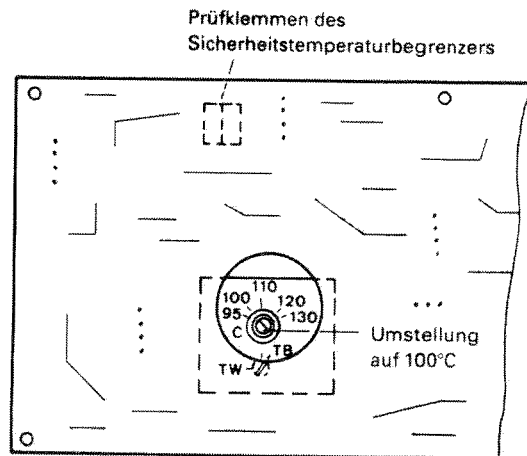

Abb. 3.21
3. Eine Drahtbrücke in die Prüfklemmen des Sicherheitstemperaturbegrenzers einsetzen. Siehe Abb. 3.21 und Anschluß- und Verdrahtungsschema auf Seite 5-15.